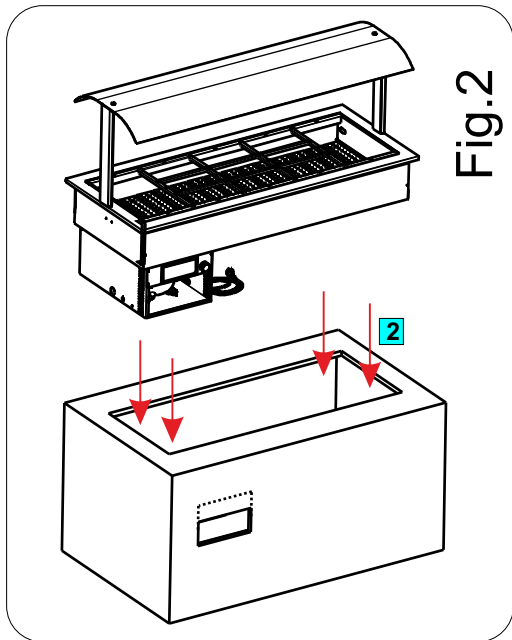

Fig.2
1. Collegare la spina alla rete elettrica come descritto al Capitolo 7. **2.** Premere l'interruttore del sollevatore elettrico (A) in posizione II fino all'apertura completa a finecorsa (vedi Fig.2).